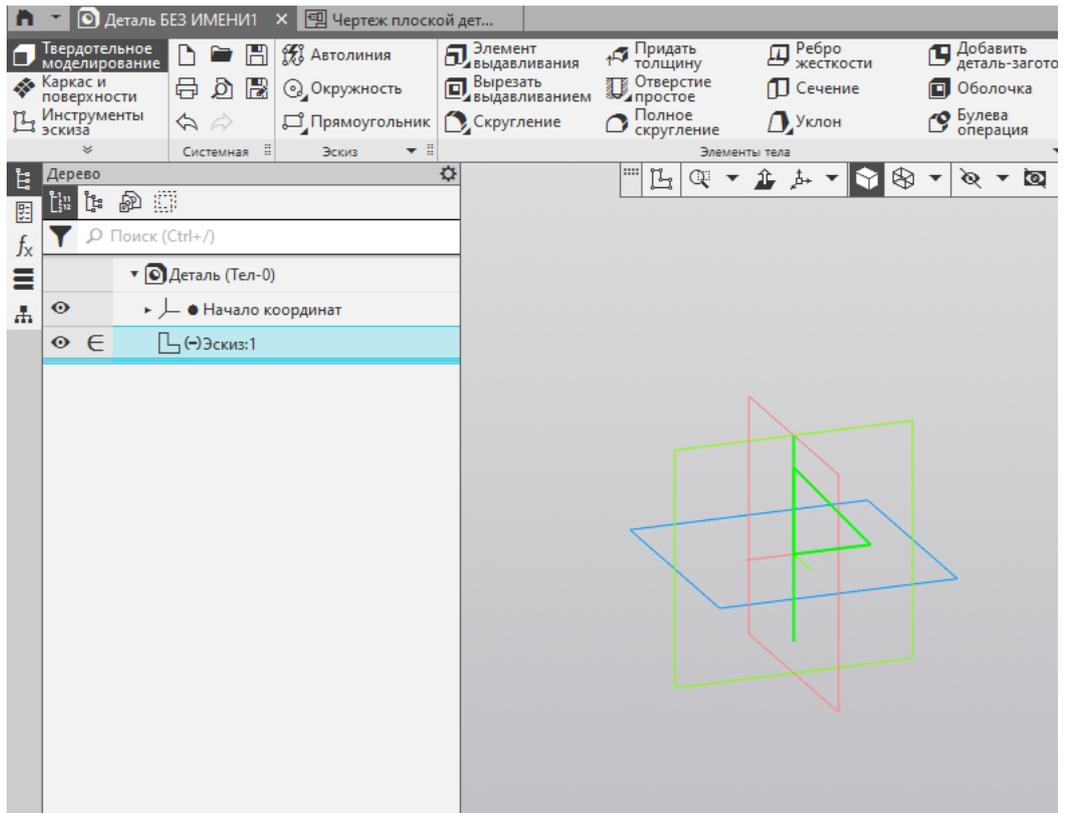
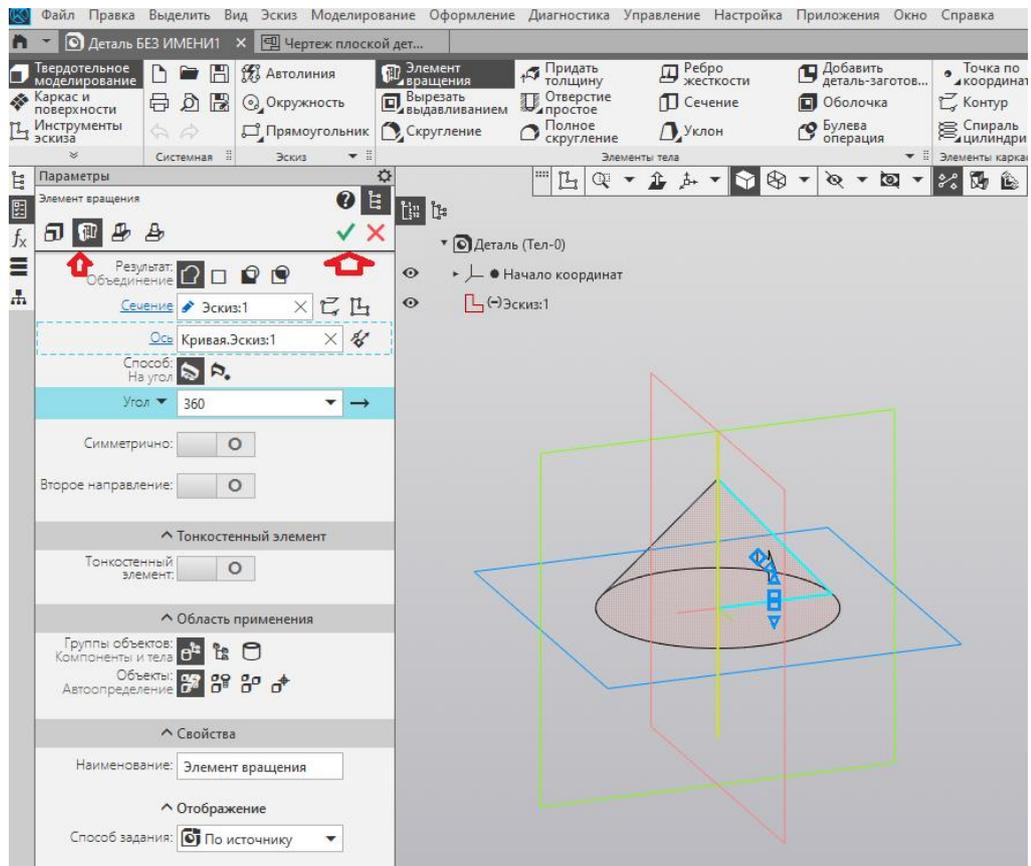

Рис.4.
Рис.5
1. Завершите эскиз, нажав на . Результат представлен на рис.4. Примените инструмент элемент вращения. Провращайте эскиз по оси Z (рис.5).